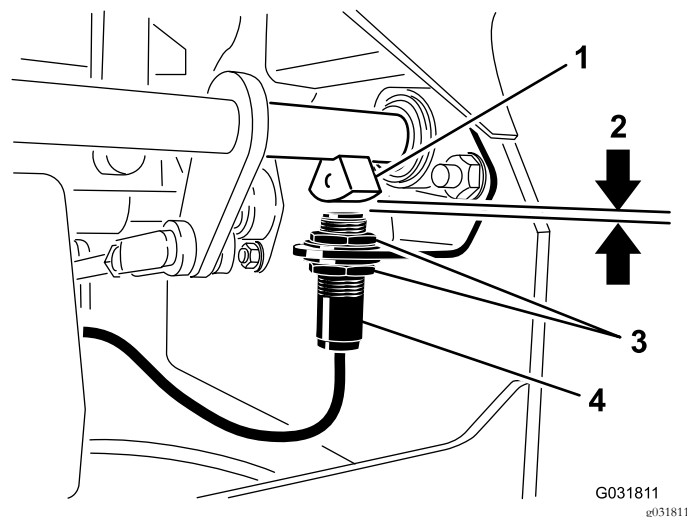

図 49
4. ブレーキシャフトセンサーとインタロックスイッチのプランジャとの距離が 4mm になるように、スイッチの位置を上下させて 図 49 のように調整する。